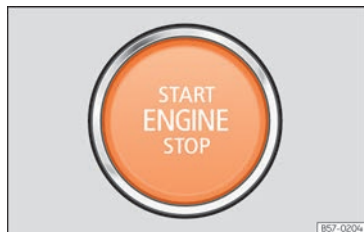

Fig. 148 Na parte inferior da consola central: botão de arranque.
Ao aceder ao veículo o botão de arranque » » **Fig. 148** pisca para chamar a atenção sobre ele.
- Pressione o botão de arranque »» **Fig. 148** sem carregar no acelerador. Para que o motor arranque deve existir uma chave válida no veículo. Depois de arrancar o motor a iluminação do botão **START ENGINE STOP** mantém-se fixa a indicar que o motor está arrancado.
- Pressione brevemente o botão de arranque >>> Fig. 148.